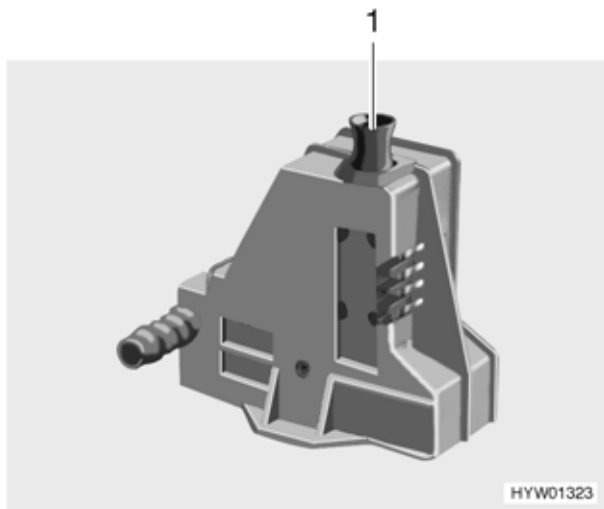

Fig. 123 Valvola di sicurezza/di scarico del boiler
Il boiler è dotato di una valvola di sicurezza/di scarico (Fig. 123). La valvola di sicurezza/di scarico impedisce che l'acqua congeli nel boiler in presenza di basse temperature esterne, quando il riscaldamento dell'autocaravan non è acceso. Luogo di montaggio vedi capitolo 10, "Posizione delle valvole di scarico".
- Chiudere la valvola di sicurezza/di scarico. A tal fine tirare verso l'alto la presa dell'interruttore a scatto (Fig. 123,1).
- Aprire la valvola di sicurezza/di scarico (Fig. 123). A tal fine premere verso il basso l'interruttore a scatto (Fig. 123,1). Il boiler viene svuotato verso l'esterno tramite la valvola di sicurezza/di scarico.